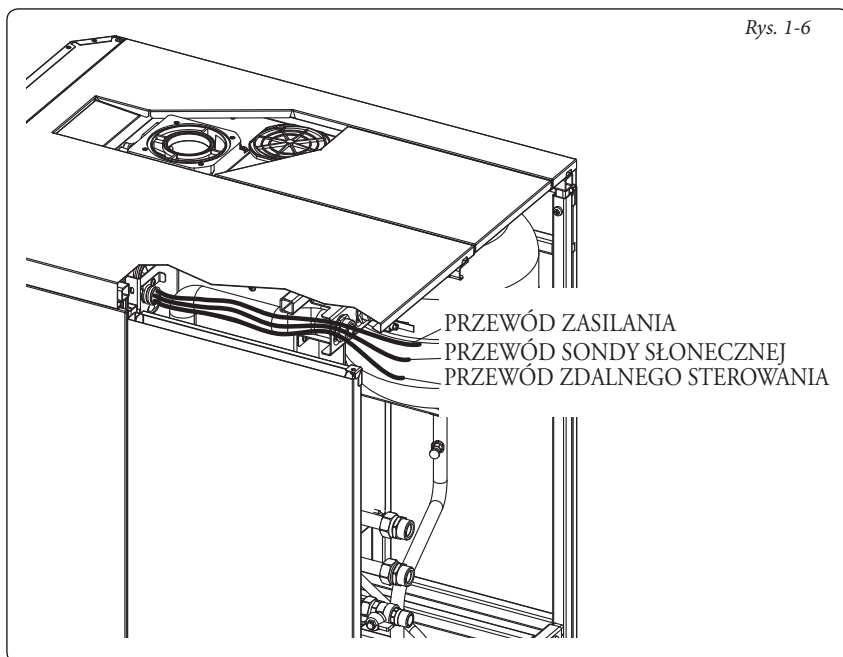

Rys. 1-4
- Dostępne są dwie typologie zdalnego sterowania: Zdalne Sterowanie Przyjaciół (CAR) (Rys. 1-4) i Super Zdalne Sterowanie Przyjaciół (Super CAR) (Rys. 1-5) obydwa z funkcją czasowych termostatów pogodowych. Panele termostatów czasowych pozwalają użytkownikowi, poza funkcjami opisanymi w poprzednim punkcie, na kontrolę, a przede wszystkim na posiadanie w zasięgu ręki, wszystkich ważnych informacji dotyczących pracy urządzenia i instalacji ciepłej z możliwością interwencji w wygodny sposób we wcześniej ustawione parametry, bez konieczności przemieszczania się do miejsca, gdzie zainstalowane jest urządzenie. Panel wyposażony jest w funkcję samokontroli w celu przedstawienia na wyświetlaczu ewentualnych nieprawidłowości w pracy kotła. Klimatyczny termostat czasowy wbudowany w zdalny panel zezwala na dostosowanie temperatury wyjściowej instalacji do faktycznych potrzeb pomieszczenia do ogrzania, tak, aby otrzymać pożądaną wartość temperatury otoczenia z ekstremalną dokładnością i w konsekwencji z wyraźną oszczędnością kosztów eksploatacji. Termostat czasowy zasilany jest bezpośrednio z kotła przy pomocy tych samych przewodów, które służą do transmisji danych między kotłem i termostatem czasowym.